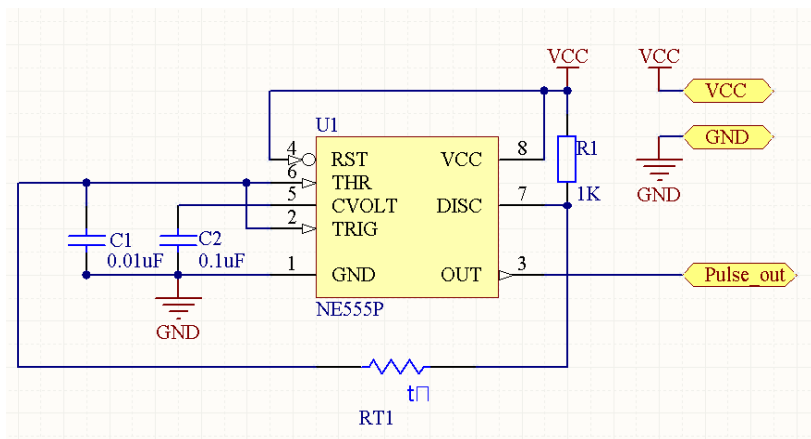

图 4.25 绘制的单通道温度测量电路图
- (1) 启动 Altium Designer, 打开 4.1 节中创建的名称为 “Level_PIC.PrjPCB” 的项目。
- (2) 单击 “Projects” 工作面板中的 “Project” 按钮, 在弹出的菜单中选择 “Add New to Project” -> “Schematic” 命令, 在项目中新建一个空白原理图文档。
- (3) 在新建的空白原理图中绘制如图 4.25 所示的单通道温度测量电路图。
通过将子图符号名称修改为“Repeat(T_meas_cell, 1, 8)”，表示将如图 4.25 所示的单元电路复制了 8 个。将“Pulse_out”端口名称改为“Repeat(Pulse_out)”语句，则表示每个复制的电路中的“Pulse_out”端口都被引出来，而各通道的其他未加“Repeat”语句的电路同名端口都将被互相连接起来。